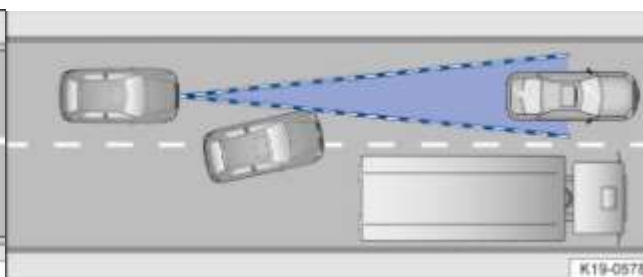

Fig. 114 Changement de voie
- Véhicules déboîtant immédiatement devant votre véhicule sur votre propre voie → Fig. 114.